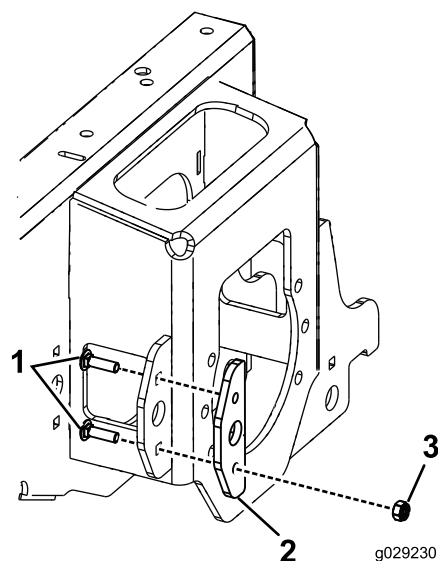

図 1
8. 既存の前昇降ブラケットの外面にウェアプレートを取り付けるキャリッジボルトと M10 ナットを使用する 図 1。